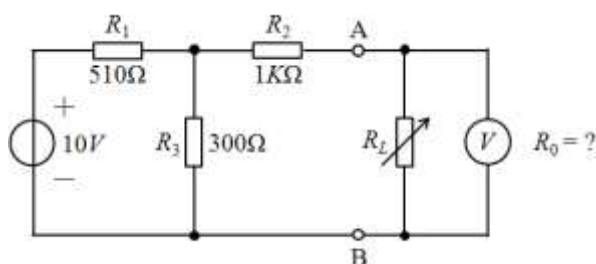

图 2.4
- a. 测量电路如图 2.4 所示，直流稳压电源的输出电压为 10V。